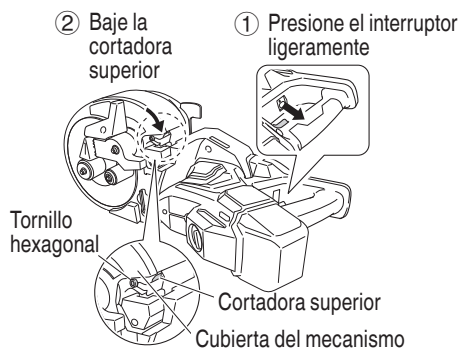

Fig. 26
- (4) Baje la cortadora superior. Presione ligeramente el interruptor y mueva lentamente la cortadora superior. Cuando la cortadora superior se salga de la cubierta de leva y el perno de cabeza hexagonal esté totalmente visible, libere el interruptor para que se detenga en esa posición. (Fig. 26)